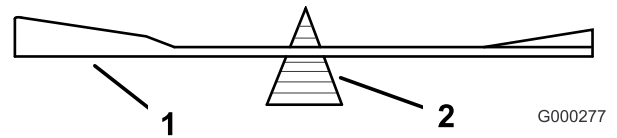

Figure 93
elle est équilibrée et peut être utilisée. Si la lame est déséquilibrée, limez un peu l'extrémité de la partie relevée seulement (Figure 93). Répétez la procédure jusqu'à ce que la lame soit équilibrée.
2. Vérifiez l'équilibre de la lame en la plaçant sur un équilibreur (Figure 93). Si la lame reste horizontale,